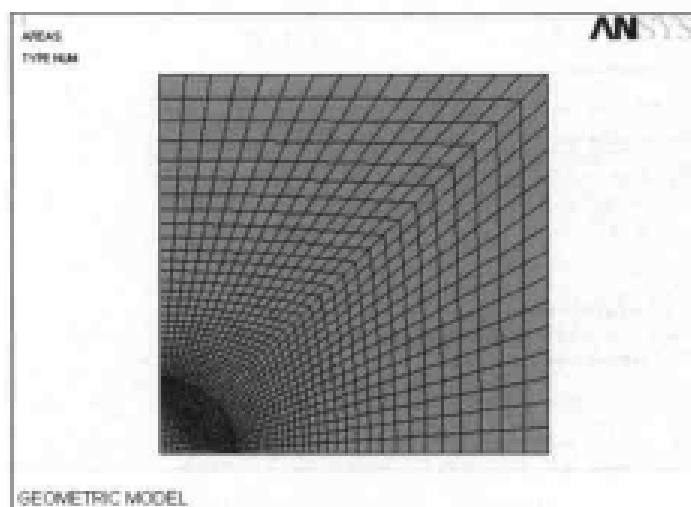

图 10-13 网格划分结果显示
(16) 选择 Utility Menu | Select | Everything 命令。
(17) 选择 Main Menu | Preprocessor | Meshing | Mesh Attributes | Default Attribs 命令, 出现 Meshing Attributes 对话框, 在第 2 个下拉列表框中选择 2, 单击 OK 按钮关闭该对话框。
(18) 选择 Main Menu | Preprocessor | Meshing | MeshTool 命令, 出现 MeshTool 菜单, 单击 Mesh 按钮, 出现 Mesh Areas 菜单, 在文本框中输入 2, 单击 OK 按钮关闭该菜单。
(19) 选择 Utility Menu | File | Change Title 命令, 出现 Change Title 对话框, 在文本框中输入 ELEMENTS IN MODEL, 单击 OK 按钮关闭该对话框。
(20) 选择 Utility Menu | Plot | Elements 命令, ANSYS 显示窗口显示网格划分结果, 如图 10-13 所示。